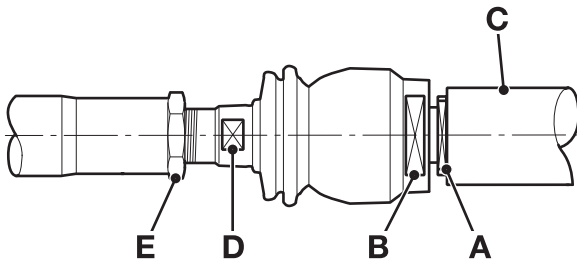

Fig 47.
E ⇒ Fig 47. (□ H-32)	410 (300)